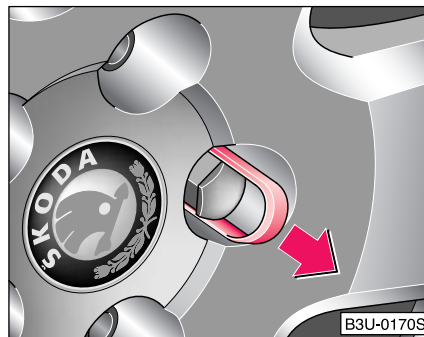

Fig. 174 Schimbarea roții: scoaterea capacelor de protecție
- Se trage capacul cu brida de plastic ⇒ Fig. 174.